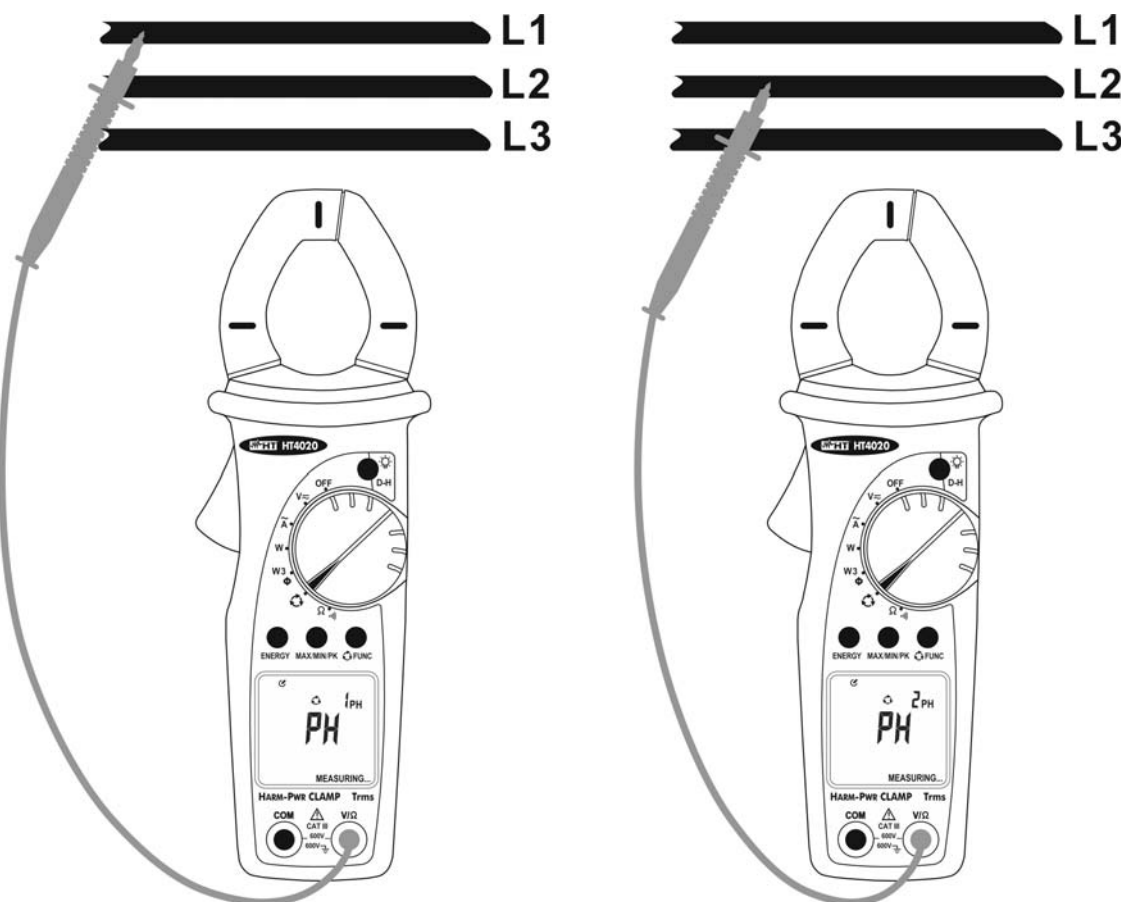

Fig. 13: Detección del sentido cíclico de las fases a 1 terminal
3. Conecte la punta roja a la fase L1 (ver la Fig. 13 – parte izquierda). En alternativa use el práctico capuchón de goma para alojar la punta roja
5. Después de algunos segundos el instrumento visualiza el símbolo "MEASURING" indica que el instrumento está listo para efectuar la memorización de los valores de la tensión de la Fase (ver la Fig. 13 – parte izquierda)
8. Posicione la punta en la Fase L2 (ver la Fig. 13 – parte derecha)